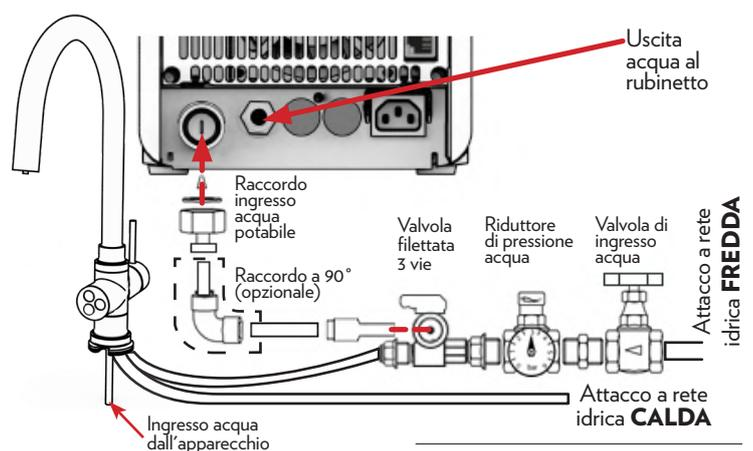

Fig. 1-12
**18.3** - Predisporre il collegamento sul punto di presa idrica in base allo schema indicato nel disegno, vedi Fig. 1-12.
**18.5** - Il raccordo di allacciamento idrico dell'apparecchio è situato alla base del lato posteriore, nell'apposito vano allacciamenti, vedi Fig. 1-12.